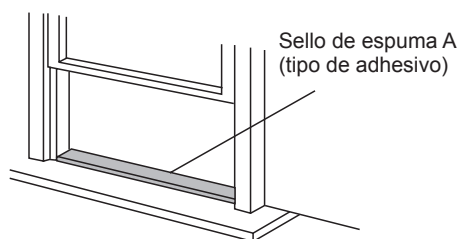

Fig. 8
1. Corte la longitud necesaria de sello de espuma (tipo adhesivo) y adhiéralo a la repisa de la ventana. Fig. 8.